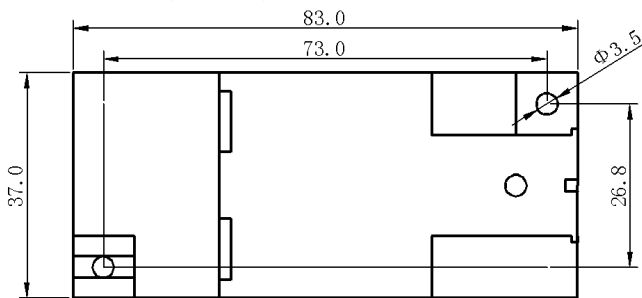

图 3 S3 外形安装尺寸图
产品采用 DIN35 导轨式安装或螺钉固定安装, 其安装尺寸如图 3 所示(单位 mm)。
- ① 把变送器固定卡槽一侧勾在安装导轨上;
- ② 向下牵动弹簧销;
- ③ 使变送器卡口套在安装导轨上;
- ④ 松开弹簧销, 变送器卡在安装导轨上。
- ① 按图 3 所示的螺孔位置在固定板上打直径为 4mm 孔;
- ② 使用小于 Φ3.5 的螺钉插入孔中固定;